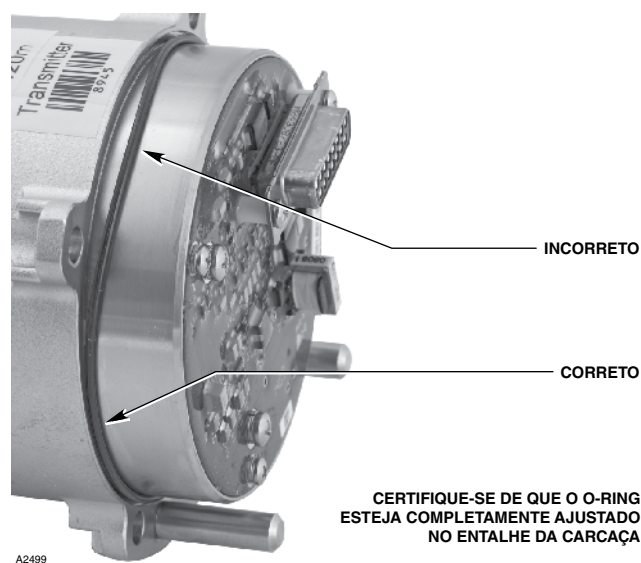

Figura 23 — O-Ring no Módulo OPECL
4. Certifique-se de que o O-Ring sobre o módulo de substituição esteja presente, intacto e corretamente encaixado na ranhura da carcaça. Consulte a Figura 23. Este O-Ring é necessário para manter a vedação à prova d'água da carcaça do OPECL.